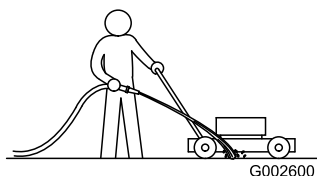

Figura 44
1. Con el motor en marcha sobre una superficie plana pavimentada, dirija un chorro de agua hacia delante de la rueda trasera derecha (Figura 44).